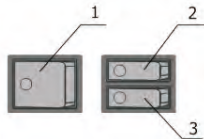

Рис. 2. Блок управления
6.1 Установить клавиши (см. рис. 2) включения вентилятора (1) и режимов (2, 3) в положение
7.1.1 Включение. Установить клавишу (1) включения вентилятора (см. Рис. 2) в положение « I », при этом начинает работать вентилятор и загорается подсветка клавиши.